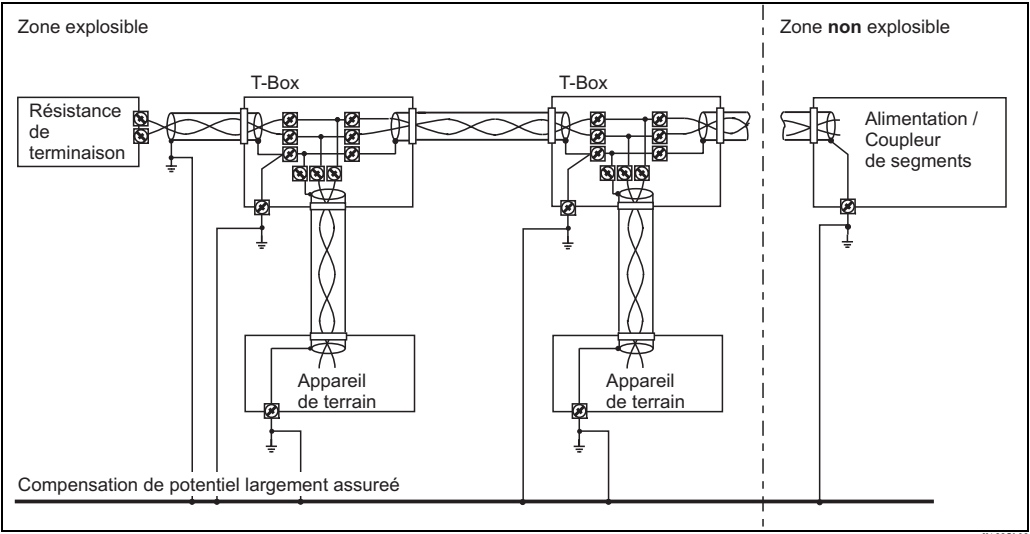

Fig. 2
- Mise à la terre du blindage voir graphique suivant : Fig. 2 et 3.